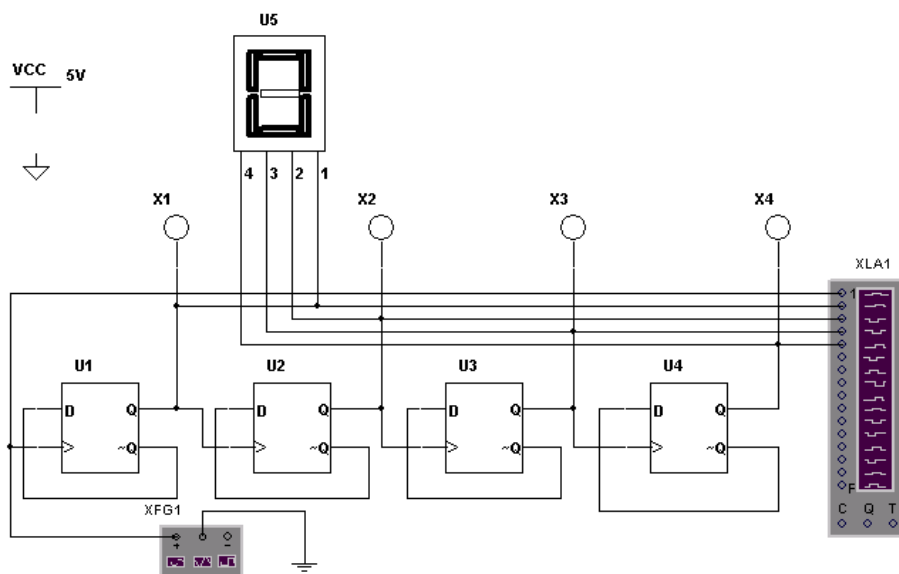

Рис. 2. Четырехразрядный вычитающий счетчик
1. В мультисиме построить схему четырехразрядного счетчика, считающего в обратном направлении (рис. 2).